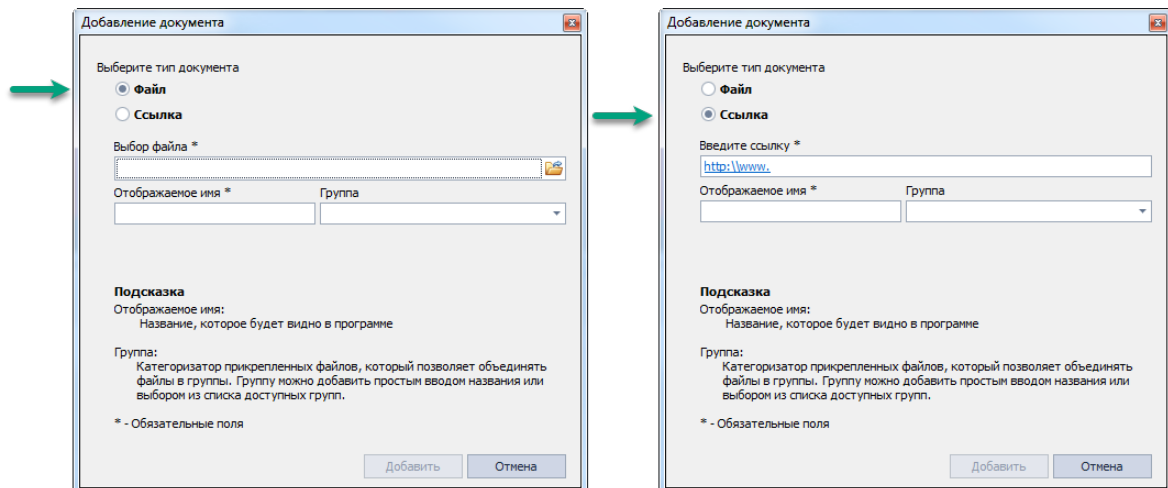

Рис. 326 Выбор типа прикрепляемой информации
3. Укажите тип прикрепляемой информации (файл или ссылка) с помощью переключателя в окне «Добавление документа», см. Рис. 326.